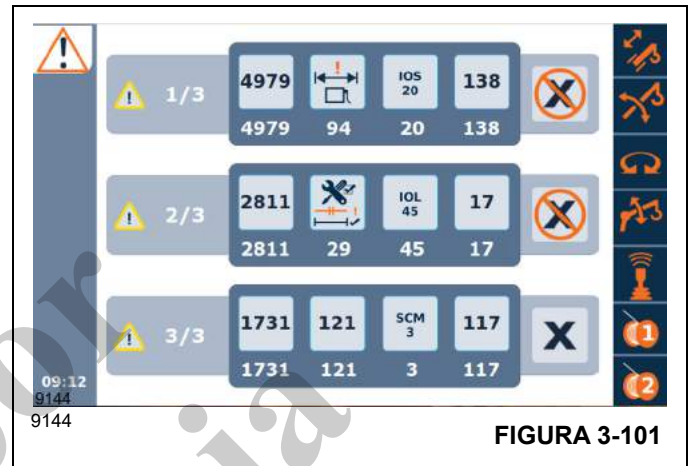
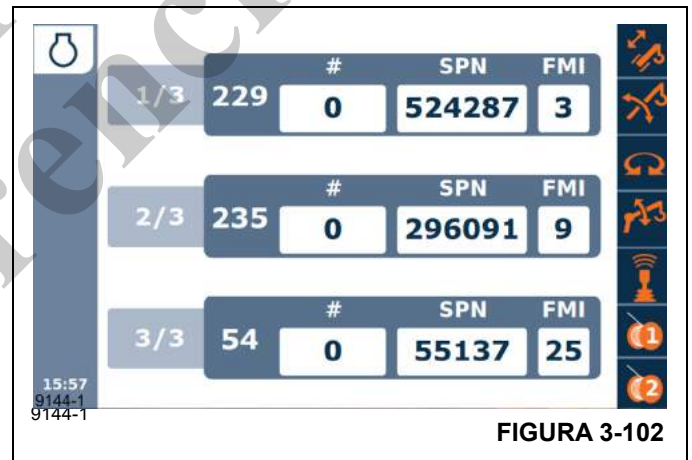

FIGURA 3-101
FIGURA 3-102
1. Abra la vista de lista de fallas (Figura 3-101) o la vista de fallas del motor (Figura 3-102) y resalte la falla sobre la que desea obtener información adicional.